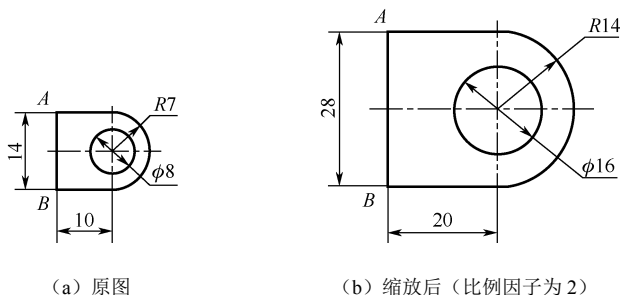

图 3-34 缩放图形
(1) “指定比例因子”缩放对象。该方式通过直接输入比例因子缩放对象，比例因子大于 1，放大对象；比例因子小于 1，缩小对象。如图 3-34 所示耳板的缩放，其比例因子为 2，缩放基点为 *B* 点（当然也可以是其他点）。